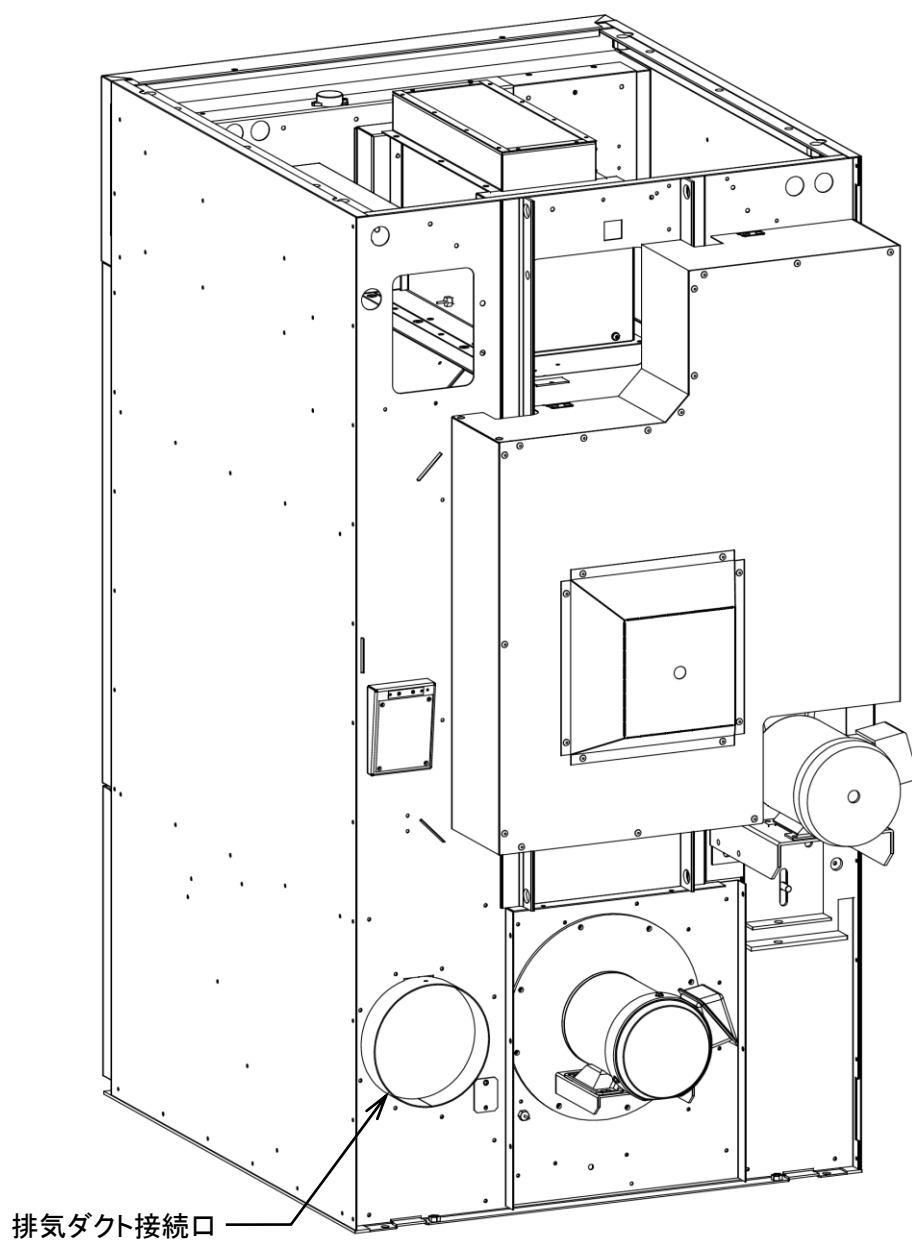

図 5-1
- ・ 排気ダクト接続口にダクトを接続します。外形は  $\phi 198\text{mm}$  です。(図 5-1)